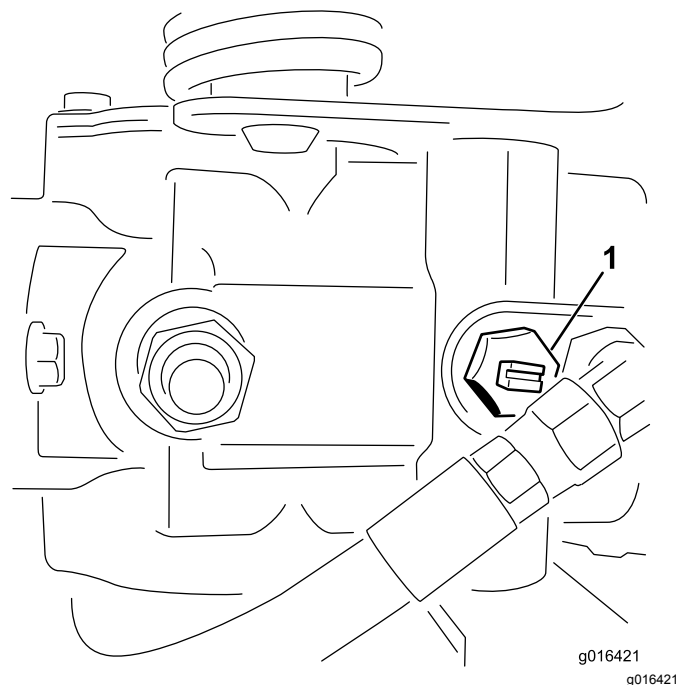

Figura 27
1. Individuate la valvola di bypass sulla pompa ed eseguite 2 giri completi in senso antiorario (Figura 27).
2. Prima di avviare il motore, chiudete la valvola di bypass ruotandola di 2 giri completi in senso orario (Figura 27).